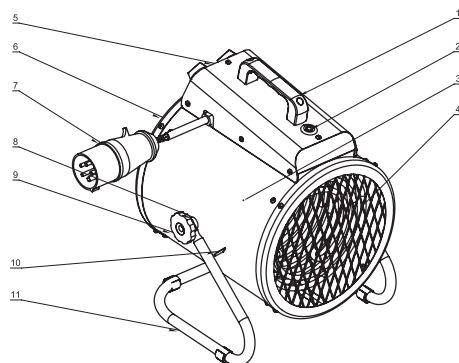

Рис. 2. Устройство прибора
Несущая конструкция тепловентилятора (см. рис.2) состоит из кожухов наружного (3) и внутреннего, изготовленных из листовой стали и имеющих цилиндрическую форму. Во внутренней кожухе размещены вентилятор и трубчатые электронагревательные элементы. Сверху кожуха расположен корпус блока управления (2). Кожух наружный, закрыт воздухозаборной (3) и воздуховыпускной (4) решетками, винтами устанавливается на подставку (5) и имеет возможность поворота в вертикальной плоскости. Угол поворота фиксируется барашковыми винтами (6). Вентилятор затягивает воздух через отверстия воздухозаборной решетки. Воздушный поток, втянутый вентилятором в корпус, проходя между петлями трубчатых электронагревательных элементов, нагревается и подается в помещение через отверстия воздуховыпускной решетки.
Электронагревательные элементы, после срабатывания устройства аварийного отключения, автоматически не включаются. Для возврата устройства аварийного отключения в рабочее положение необходимо нажать на кнопку сброса аварийного термостата (Рис.2)